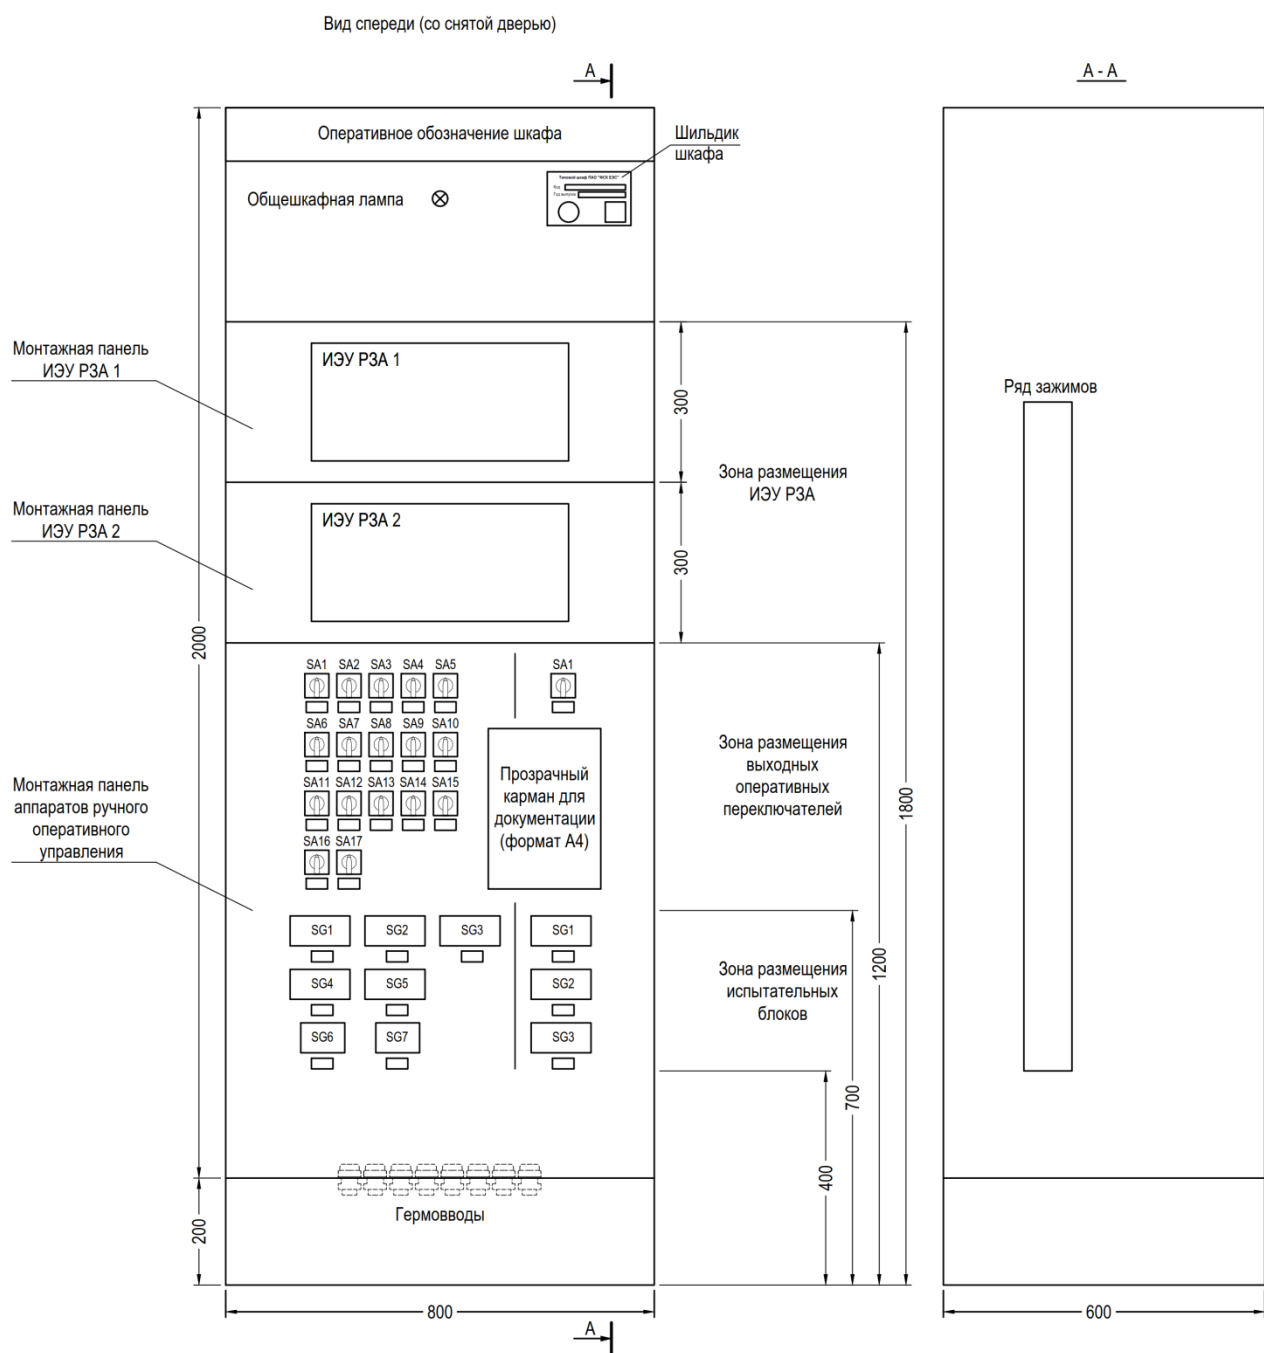

Рисунок 4.3.2 - Внешний вид типового шкафа для архитектуры I типа с зонами расположения аппаратуры на монтажных панелях
4.3.8 С фасадной стороны шкафов РЗА на монтажной панели должна располагаться общешкафная светодиодная лампа желтого свечения (рисунок 4.3.2), сигнализирующая о срабатывании или неисправности ИЭУ РЗА, а также неисправностях выявленных ИЭУ РЗА в связанном с ним технологическом процессе.